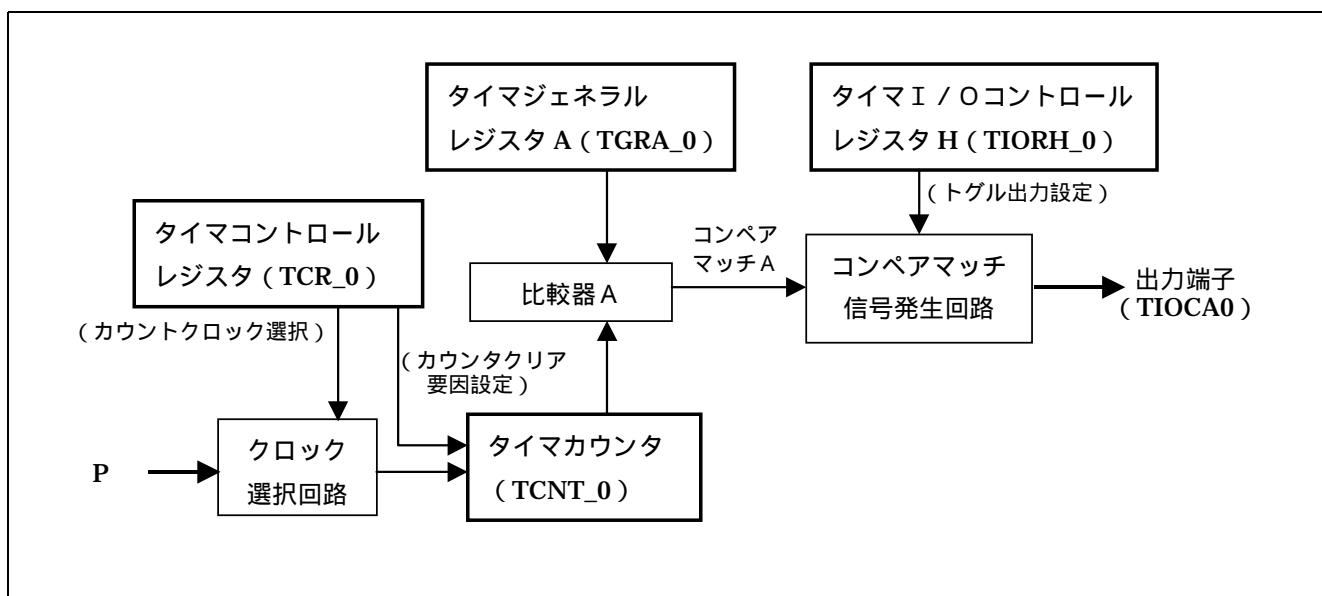

図 1 パルス出力ブロック図
16 ビットタイマパルスユニット(TPU)のチャネル 0 を使用して、アウトプットコンペア出力端子(TIOCA0)からデューティ 50% のパルス出力をを行うサンプルを示します。周辺モジュールクロック (P) 25MHz で動作時、出力するパルス周期は 83.33nsec^{*1)} ~ 174.76msec^{*2)} の間で任意に設定できます。図 1 にパルス出力のブロック図を示します。